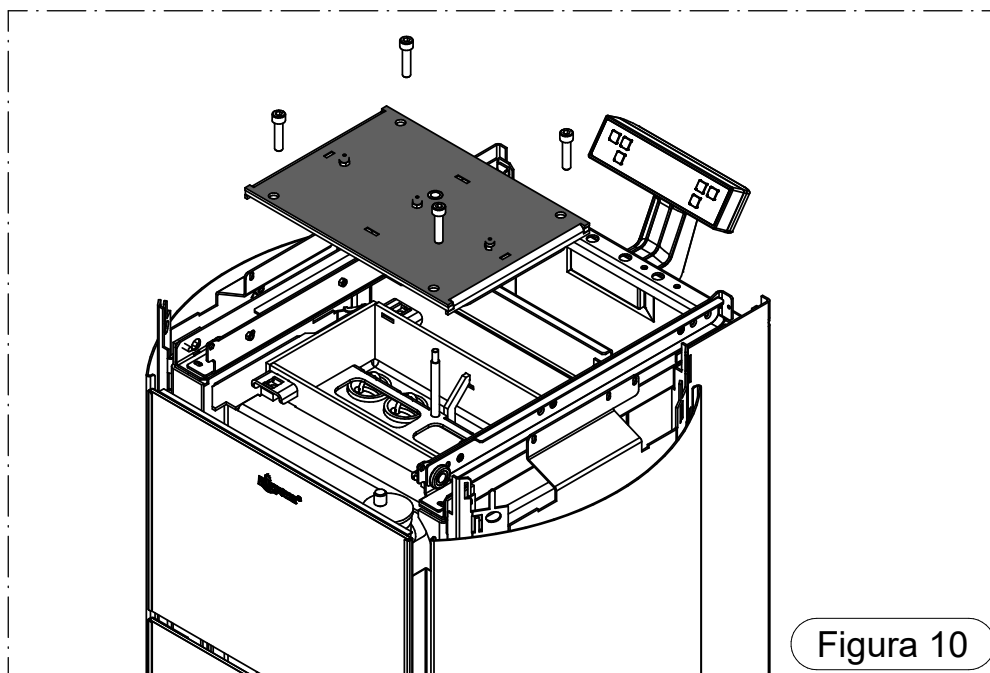

Figura 10
•Aspirare la cenere localizzata nel vano superiore giro fumi. (Figura 10). Per accedere al vano togliere le 3 ceramiche superiori (Figura 6), togliere la vite di blocco del coperchio serbatoio (Figura 7,8,9) e sganciare il coperchio A. Svitare le 4 viti e svitare il pomello scuoti tribolatori. Togliere il coperchio facendo attenzione a non danneggiare l'isolante montato sullo stesso (Figura 10).